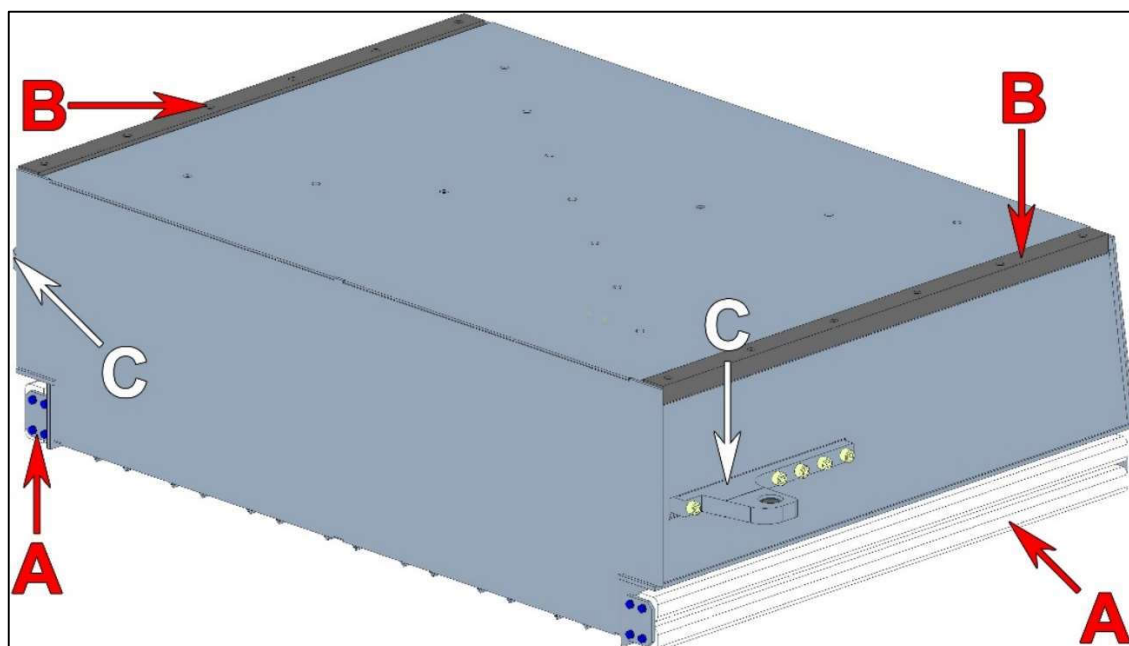

Figura 12
La pala (Figura 12) è dotata di guide di scorrimento nella parte inferiore (A), raschiatori nella parte superiore (B) e robuste piastre di ancoraggio agli attuatori di spinta (C)